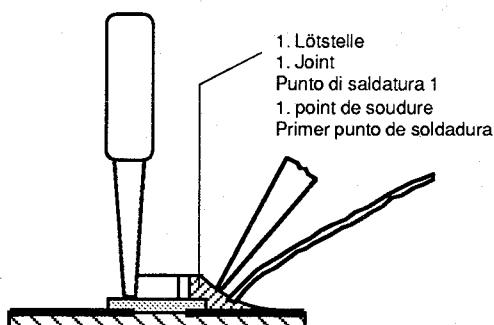

Fig. 4
4. Schritt: CHIP an der Lötstelle ansetzen, zentrieren und anlöten (Fig. 4).
4. step: Put the CHIP onto the soldering point, then center and fix it (Fig. 4).
4. Poser le composant CMS sur cette pointe de soudure, centrer et souder. Maintenir le composant CMS à l'aide d'une pince brucelle (Fig. 4).
4. Appoggiare il CHIP sul punto di saldatura, centrarlo e quindi soldarlo (Fig. 4).
- Cuarto paso: Colocar el CHIP sobre la gota estaño, centrarlo y soldarlo (Fig. 4).